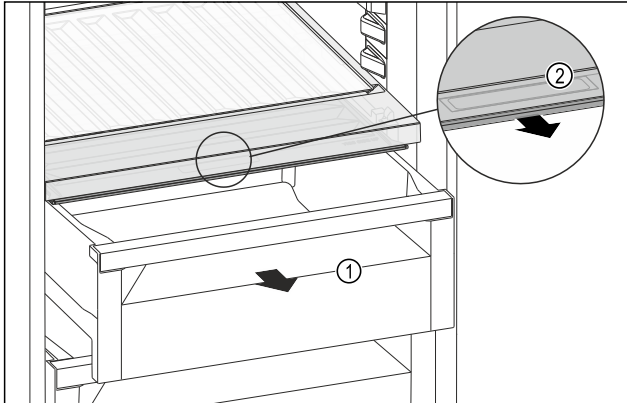

Fig. 194
- ▶ Schubfach Fig. 194 (1) herausziehen.
- ▶ Griffmulde Fig. 194 (2) am Fachdeckel anfassen und Fachdeckel gleichzeitig nach vorne ziehen.